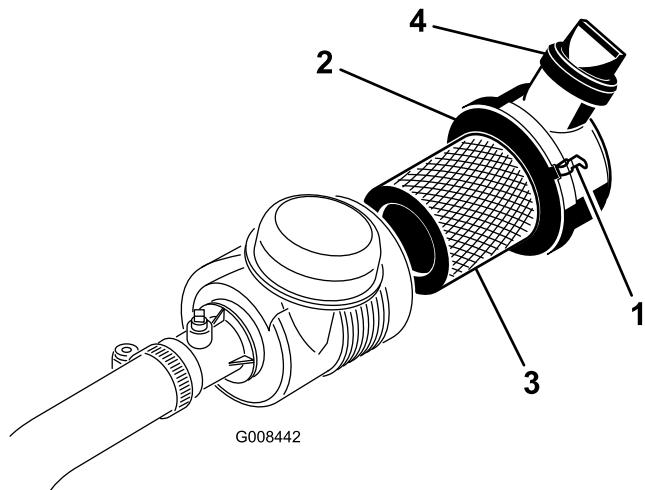

Figura 37
- Rilasciate i fermi che fissano il coperchio del filtro dell'aria al relativo corpo (Figura 37).
- Montate di nuovo il coperchio e chiudete i fermi (Figura 37).